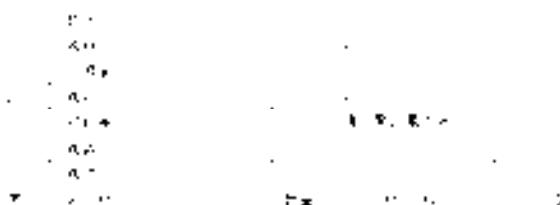

图 9-32 装配图明细表
(3) 标注零件序号 通过设计中心，将“明细表”图块插入到装配图中，插入点选择在标题栏的右上角处。插入“明细表”图块后，再使用“多行文字”命令填写明细表。图 9-32 所示为填写好的明细表。